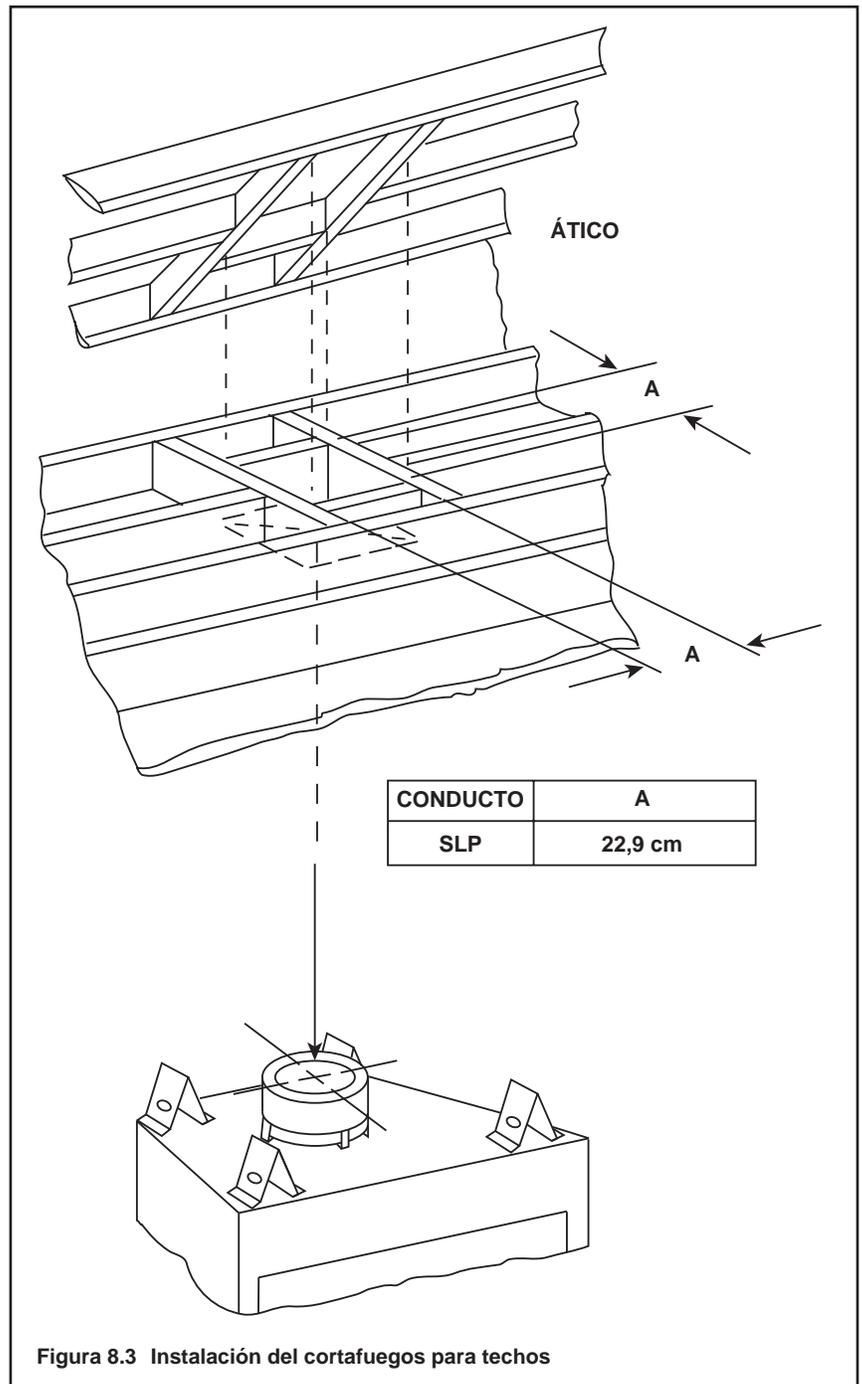

Figura 8.3 Instalación del cortafuegos para techos
- **Solamente conducto SLP** - Enmarque una abertura de 22,9 cm x 22,9 cm si el conducto de humos penetra un techo/piso (consulte la Figura 8.3).